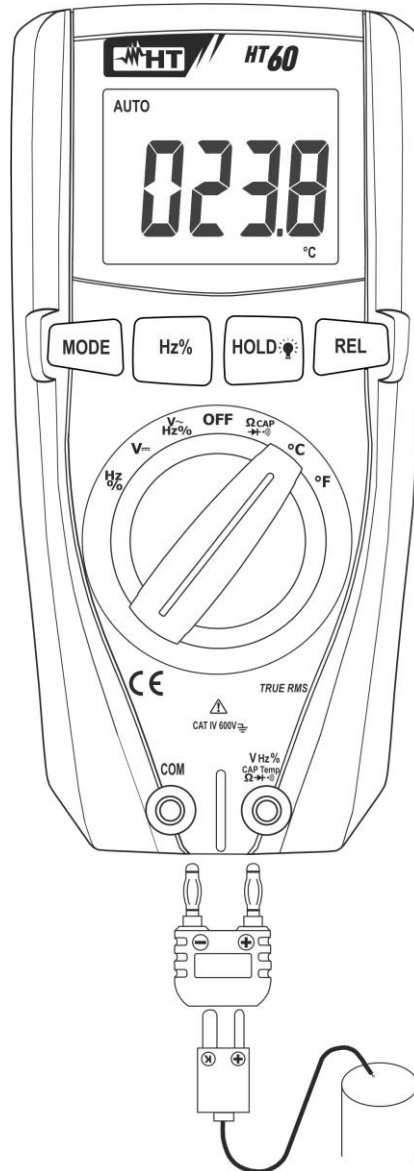

Fig. 8: Uso do instrumento para a medição de Temperaturas
2. Inserir o adaptador fornecido nos terminais de entrada **V Hz % CAP Temp Ω → (•)** (polaridade +) e **COM** (polaridade -) (ver Fig. 8)